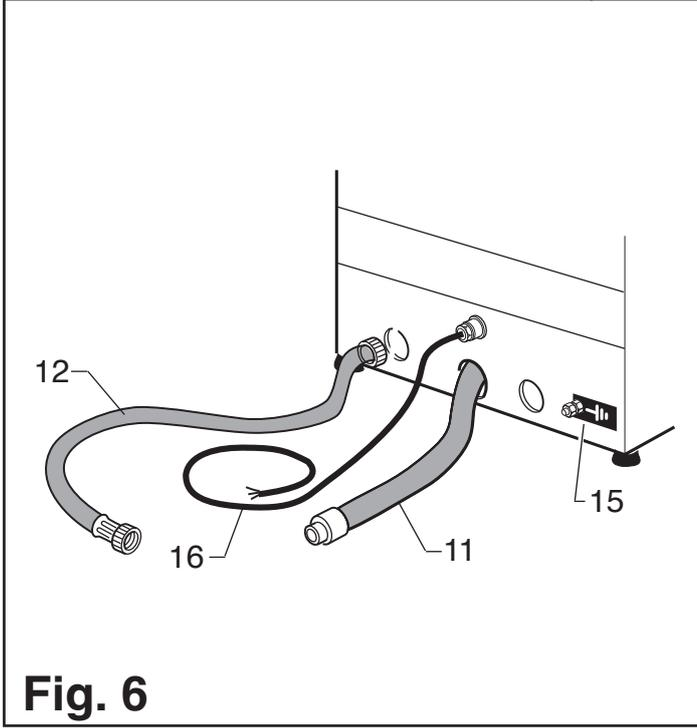

Fig. 6
Filtro do tubo de carga sujo	Desligar o tubo de carga e limpar o filtro (12/13 fig.6).
3.1.a Ligação do tubo de descarga (Fig. 6)
- Inserir o tubo de descarga (11) no respectivo poço de descarga predisposto.